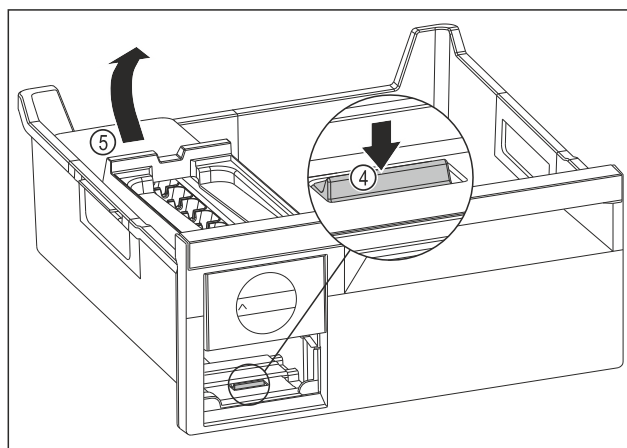

Fig. 121
- Retirer le corps de l'EasyTwist-Ice : Avec le doigt, pousser la languette Fig. 121 (4) vers le bas tout en soulevant de l'autre main le corps de l'EasyTwist-Ice Fig. 121 (5) depuis l'arrière.